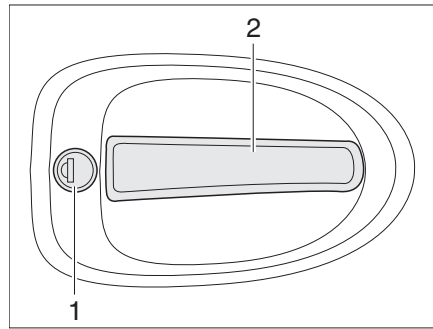

Bild 40 Dörrlås ingångsdörr, utsida
- Stick in nyckeln i låscylindern (Bild 40,1) och vrid den ända tills dörrlåset har låsts upp.
- Drag i dörrhandtaget (Bild 40,2). Dörren är öppen.
- Stick in nyckeln i låscylindern (Bild 40,1) och vrid den ända tills dörrlåset har låsts.